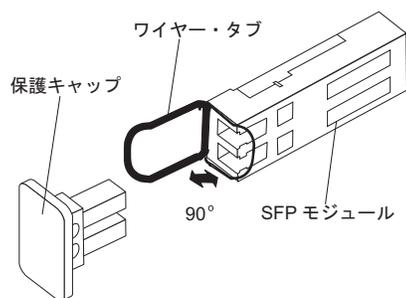

図 26. SFP モジュール・ラッチのアンロック - ワイヤー・タブの場合
- ワイヤー・タブが入っている SFP モジュールの場合は、図 26 に示すように、ワイヤー・ラッチを引いて SFP モジュールのラッチをアンロックします。